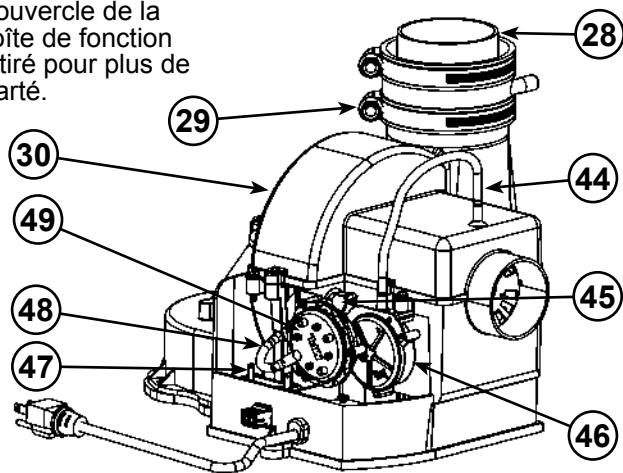

Figure 56
- 28 \*\*\*\*Accouplement en caoutchouc (voir Figure 5) (voir aussi **Figure 56**)
- 29 Collier de serrage (voir Figure 5) (voir aussi **Figure 56**)
- 30 \*\*\*Soufflerie et cordon d'alimentation (voir Figure 5) (voir aussi **Figure 56**)
- 44 Tube d'air (apport) (voir Figure 5) (voir aussi **Figure 56**)
- 45 Limiteur de température, soufflerie (voir Figure 5) (voir Figure 56)
- 46 Pressostat apport d'air (NF) (dans boîtier) (voir Figure 5) (voir aussi **Figure 56**)
- 47 Condensateur (voir Figure 5) (voir aussi **Figure 56**)
- 48 Tube d'air (évacuation) (voir Figure 5) (voir aussi **Figure 56**)
- 49 Pressostat évacuation (NO) (dans boîtier) (voir Figure 5) (voir aussi **Figure 56**)